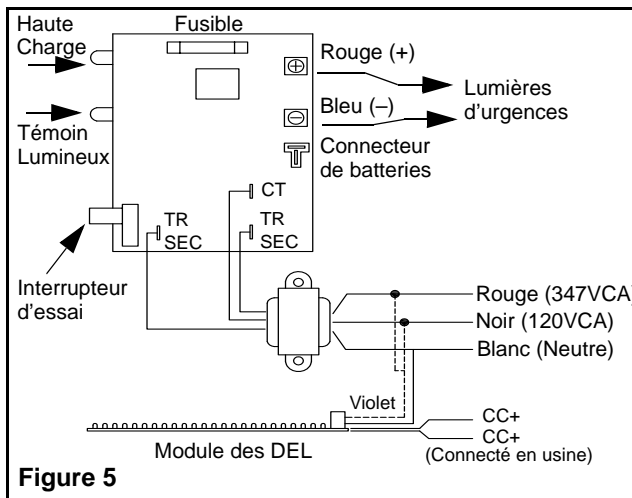

Figure 5
- Effectuer les connexions nécessaires: l'unité accepte une tension de 120Vca ou 347Vca (voir figure 5).